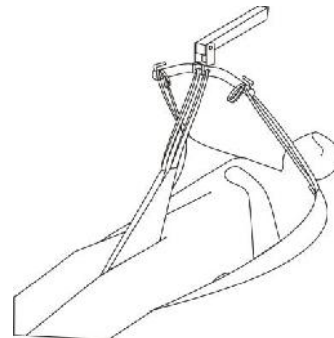

Figura 19. Forma de poner el arnés universal desde la posición acostado.
- ✓ Por último Ubique las reatas de la espalda en los extremos laterales de la percha y ubique las reatas de las piernas en los dos ganchos centrales de la percha. (ver figura 19)